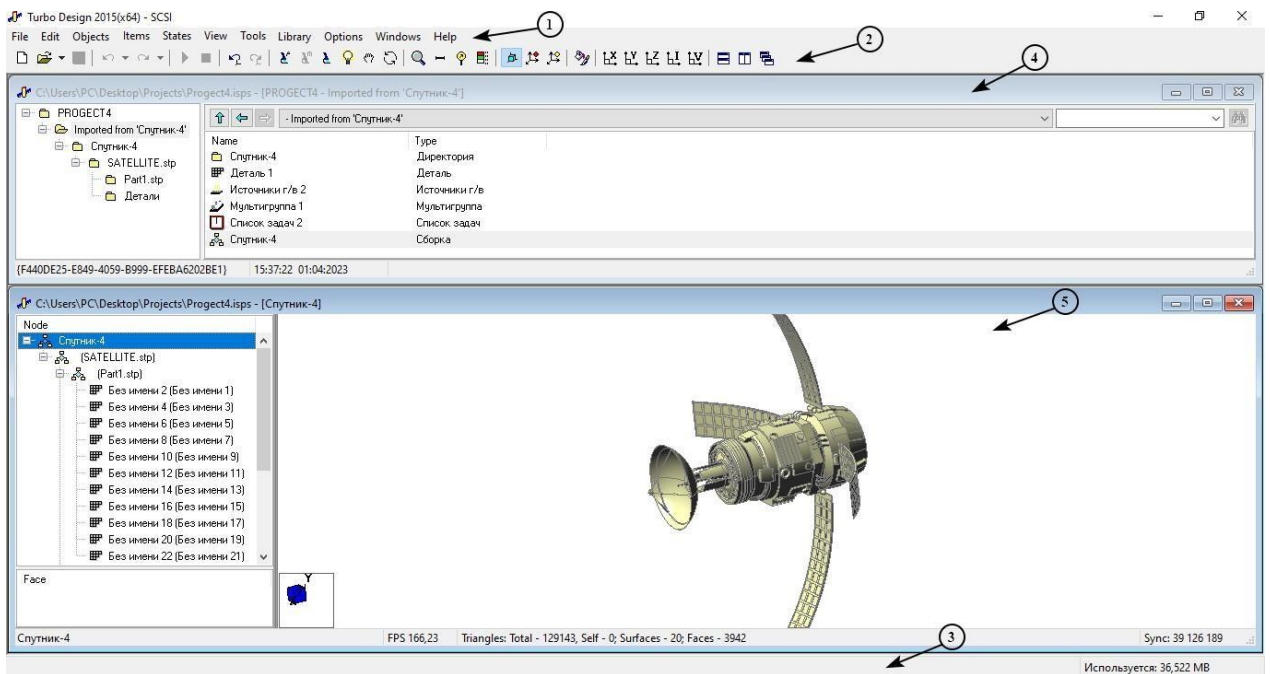

Рис.1.1. Главное окно программы
Главное окно программы TDN (Рис.1.1) содержит Меню (1), Панель управления (2), Строку состояния (3), Окно библиотеки для отображения объектов базы данных (4) и Окно объекта для отображения геометрической модели КА (5).